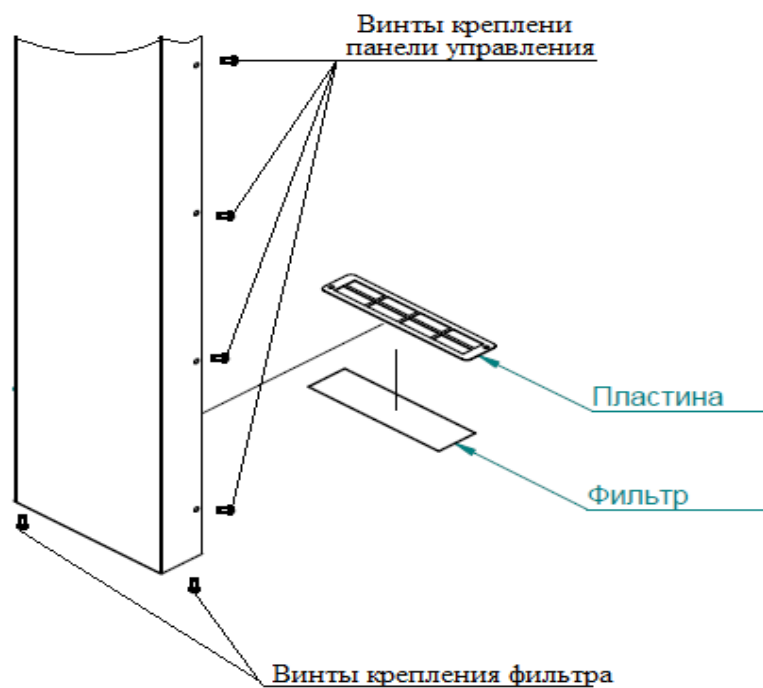

Рис.20. Замена фильтра
- откройте дверь пароконвектомата и снимите винты крепления панели управления (см. рис.20);